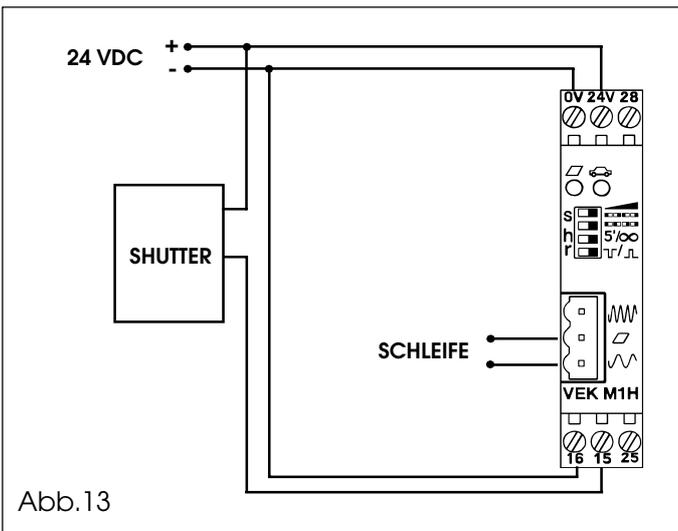

Abb.13
- Der Parkbereich sollte über einen eigenen Durchgang für Fußgänger verfügen. Sollte dies nicht möglich sein, so ist die Installation eines mit dem Balken geschalteten Photozellenpaares, wie in Abb. 13 gezeigt, empfehlenswert. Für diese Anwendung ist die Verwendung der Karte FSW (nur auf den Schranken vom Typ 620-640) erforderlich, die den Schrankenbalken bei Aktivierung der Photozellen blockiert und bei Deaktivierung schließt. So kann die vollständige Öffnung des Balkens, der die Ausfahrt von Benutzern auch ohne Münze ermöglichen würde, verhindert werden.
Eine Versorgung mit 24 V DC bereitstellen und die Anschlüsse, wie in Abb. 13 gezeigt, ausführen.